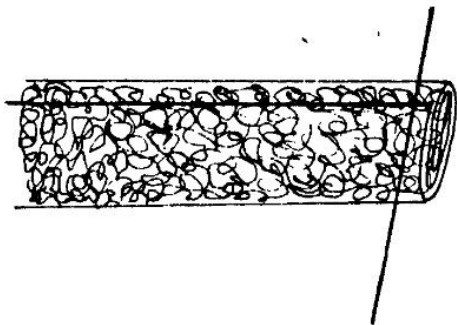

Рис. 123
1. Нарежьте ленту плавкого клея полосками шириной от 5 мм до 1,5 см. Для этого скатайте ее в трубочку, как газету, и нарежьте поперек полоски желаемой ширины (рис. 123).